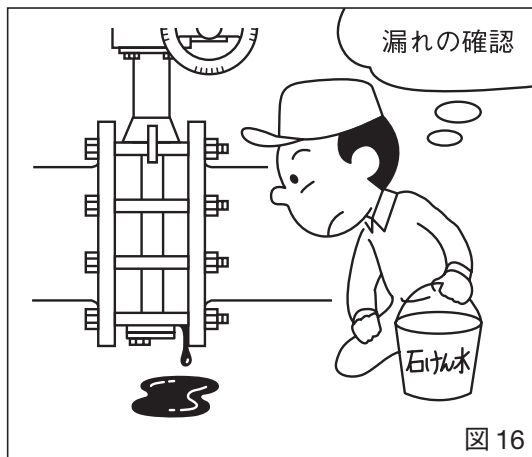

図 16
- 漏れの確認：運転に入る前に、配管内圧を上昇させ、バルブフランジ部から漏れないことを確認してください。(気体の場合は石けん水など)なお、この時、バルブは開状態とし、内圧が定格圧力を超えないようにしてください。(図16)